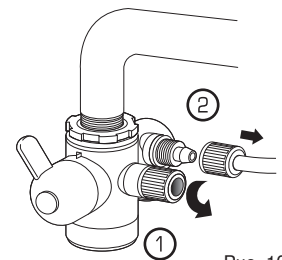

Рис. 10
- Отвинтите гайки ①.** Наденьте гайки на трубки соответственно размеру трубок: большую гайку на широкую трубку, маленькую гайку - на узкую трубку ② (рис. 10).